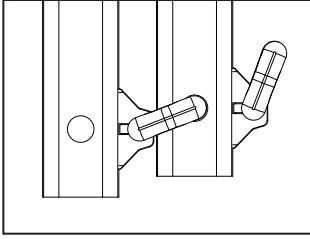

Figura 6
- 4) Baje la sección exterior de escalera con los sujetadores "J" desenganchados (véase la Figura 6) mientras se separan las dos secciones para formar el segundo caballete requerido para la posición de andamio. Véase la Figura 7.